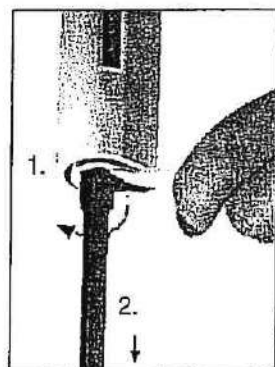
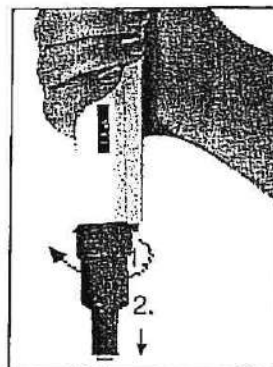

Fig. 9
Fig. 10
4. Situe la llave alrededor del cono, girar al contrario de las agujas del reloj, desbloquear y retirar. No use ninguna otra llave (Fig. 9). El cono para puntas de 5 ml se puede desbloquear girando manualmente, no hace falta el uso de ninguna llave (Fig. 10).